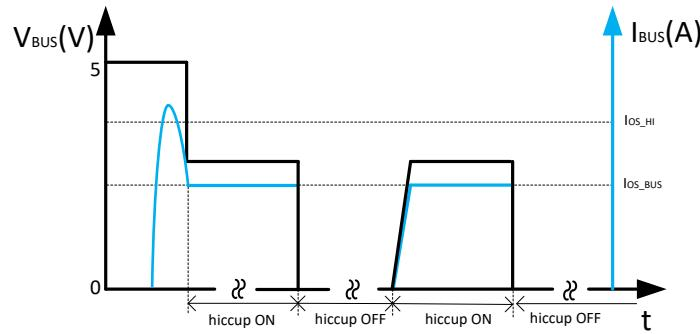

图 10-7. 总线过流保护：两级电流限制
- 第三种情况是负载电流增加至超过  $I_{OS\_HI}$  设置值。在这种情况下，负载不会触发快速关断，USB 电源开关电流限制阈值会立即设置回初级电流限值  $I_{OS\_BUS}$ 。如果负载仍需要大于  $I_{OS\_BUS}$  的电流，则对于电阻负载，USB 输出电压会降至  $I_{OS\_BUS} \times R_{LOAD}$ ，如图 10-7 所示。如果过流限制条件持续时间超过 4.1ms，则相应的 USB 通道进入断续模式，关断时间为 524ms，导通时间为 4.1ms。另一个 USB 通道仍然正常工作。